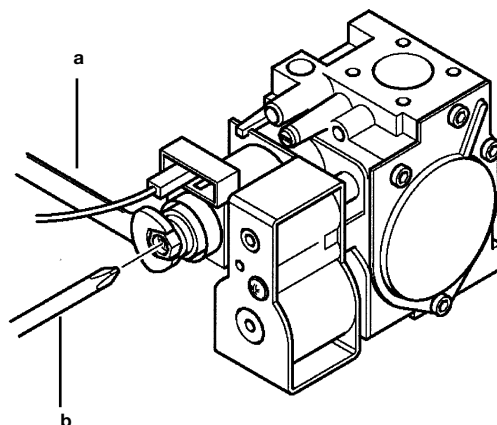

Figure 12
- régler la vis en laiton (**a**) Fig. 12 jusqu'à obtenir les valeurs de pression indiquées dans le tableau 1;
- débrancher le câble d'alimentation du modulateur et desserrer la vis (**b**) Fig. 12 jusqu'à atteindre la valeur de pression correspondant à la puissance réduite (voir tableau 1) ;